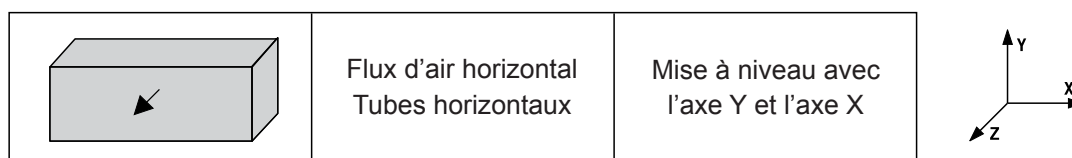

Fig. 17: Mise à niveau du module de refroidissement
4. Le module de refroidissement doit être monté à niveau pour assurer une bonne vidange. Mettez le module de refroidissement à niveau pour une application à flux d'air horizontal avec des tubes horizontaux. Voir Fig. 17 ci-après.